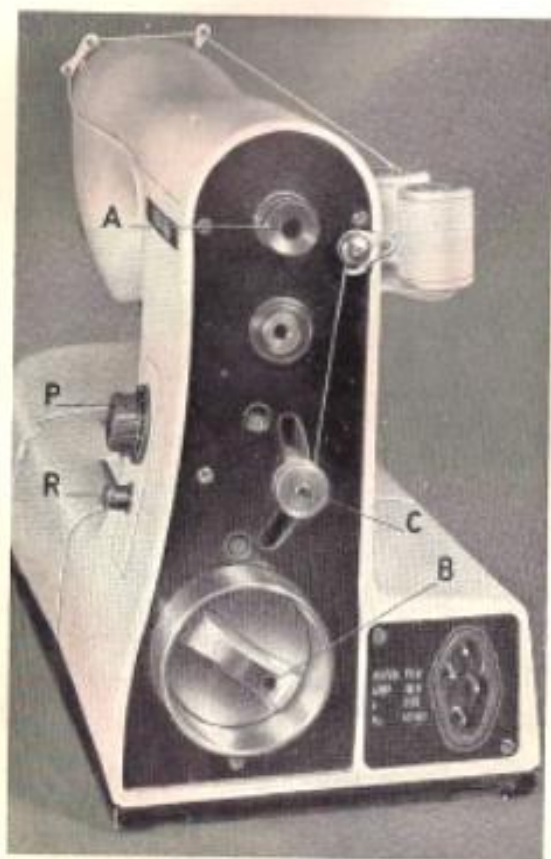

Fig. 9
a) Unscrew button « B », (Fig. 9);	a) Unscrew button « B », Fig. 9, and pull out button « A »;
Turn button « P » (Fig. 9).
Press down button « R », Fig. 9.